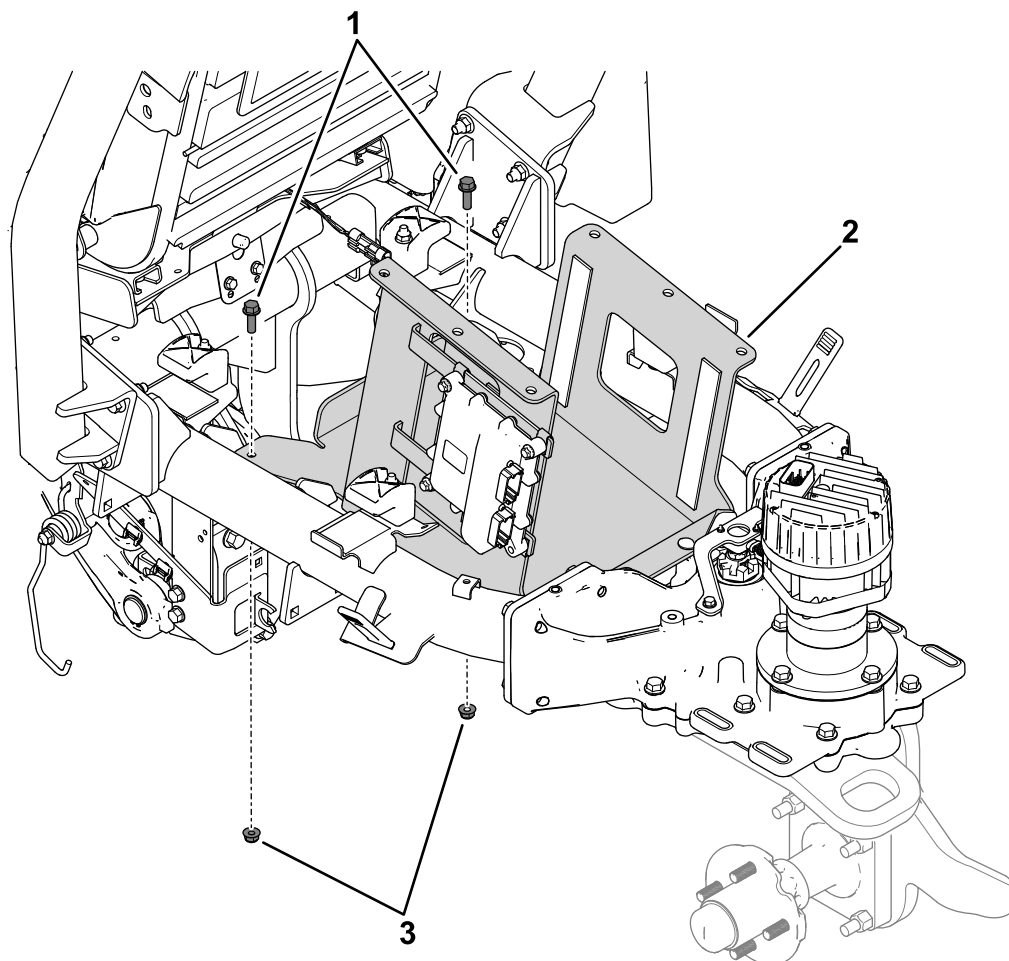

Figura 9
1. Utilizzate 2 bulloni a testa flangiata (5/16" x 1") e 2 dadi flangiati (5/16") per fissare la piastra di supporto superiore al telaio della macchina (Figura 9).